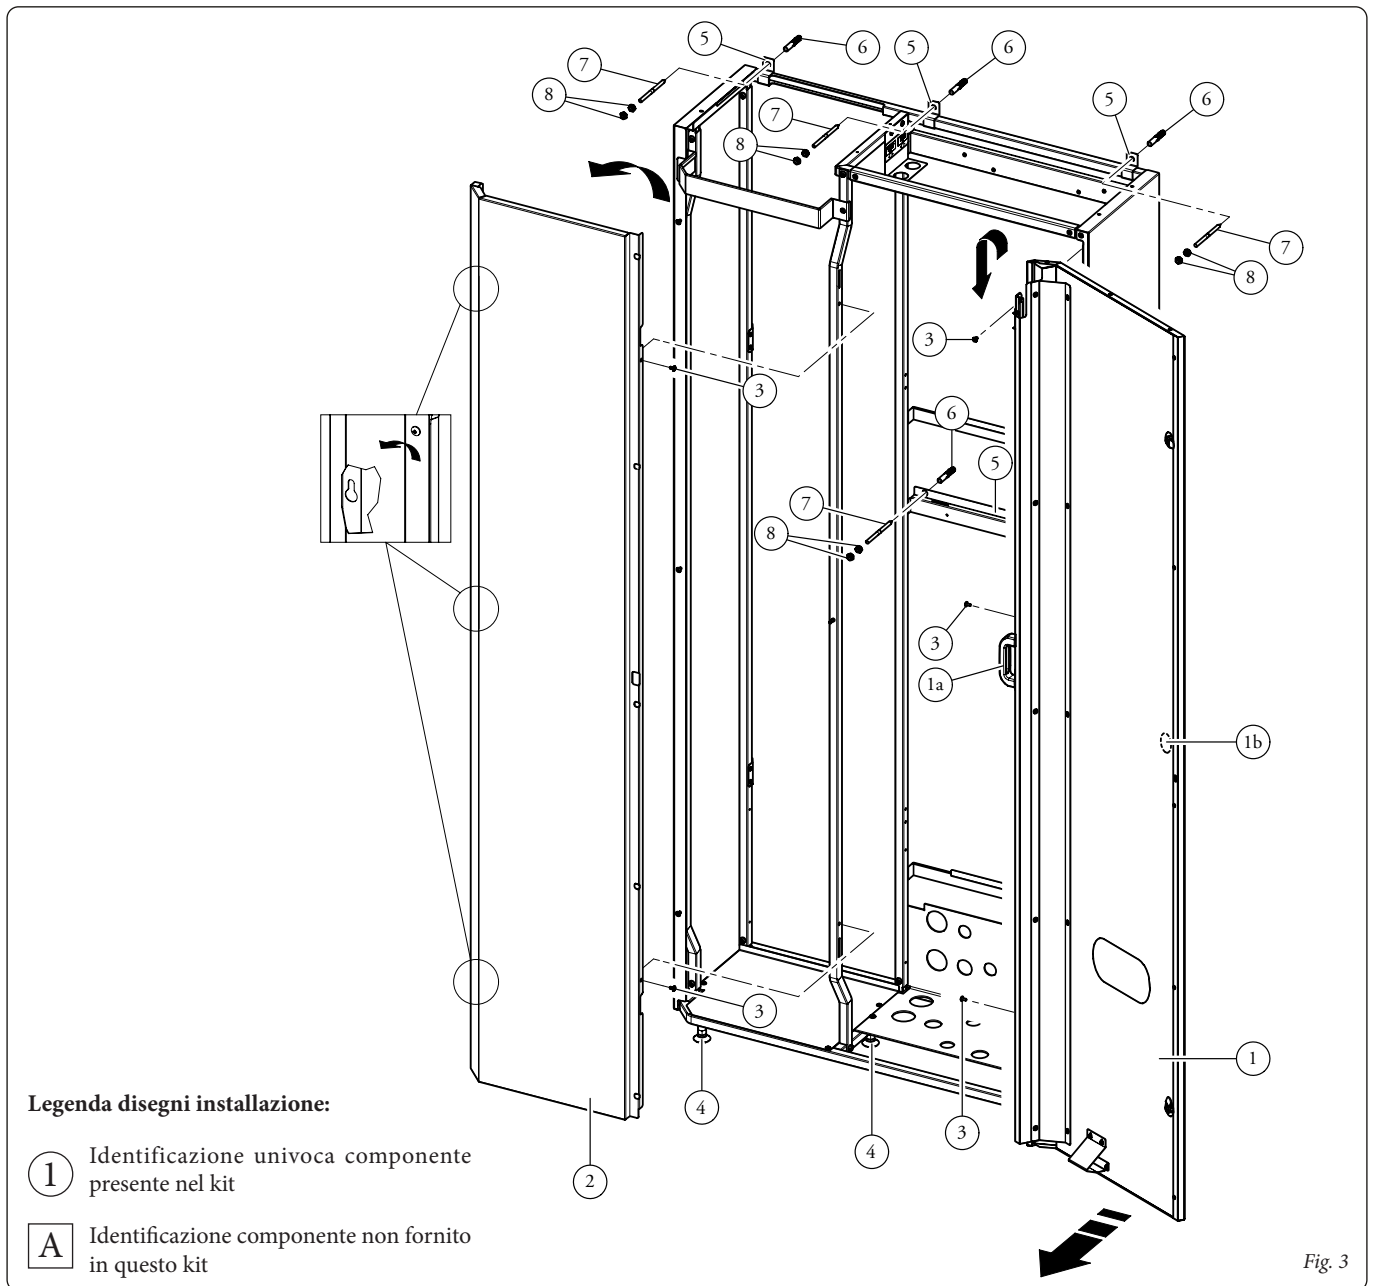

Fig. 3
**N.B.:** per la rimozione del portello anteriore (1), dopo aver svitato le opportune viti (3), fare presa sulla maniglia (1a) con la mano sinistra e sul pomello (1b) con la mano destra.
- Procedere mettendo il Domus Container a livello utilizzando gli appositi piedini di livellamento predisposti (4).
- Eseguire a muro 4 fori Ø10 mm in corrispondenza dei fori delle squadrette (5).
- Fissare a muro il Domus Container utilizzando i tasselli Ø10x60 (6), viti (7) e dadi (8) forniti in dotazione (Fig. 3).